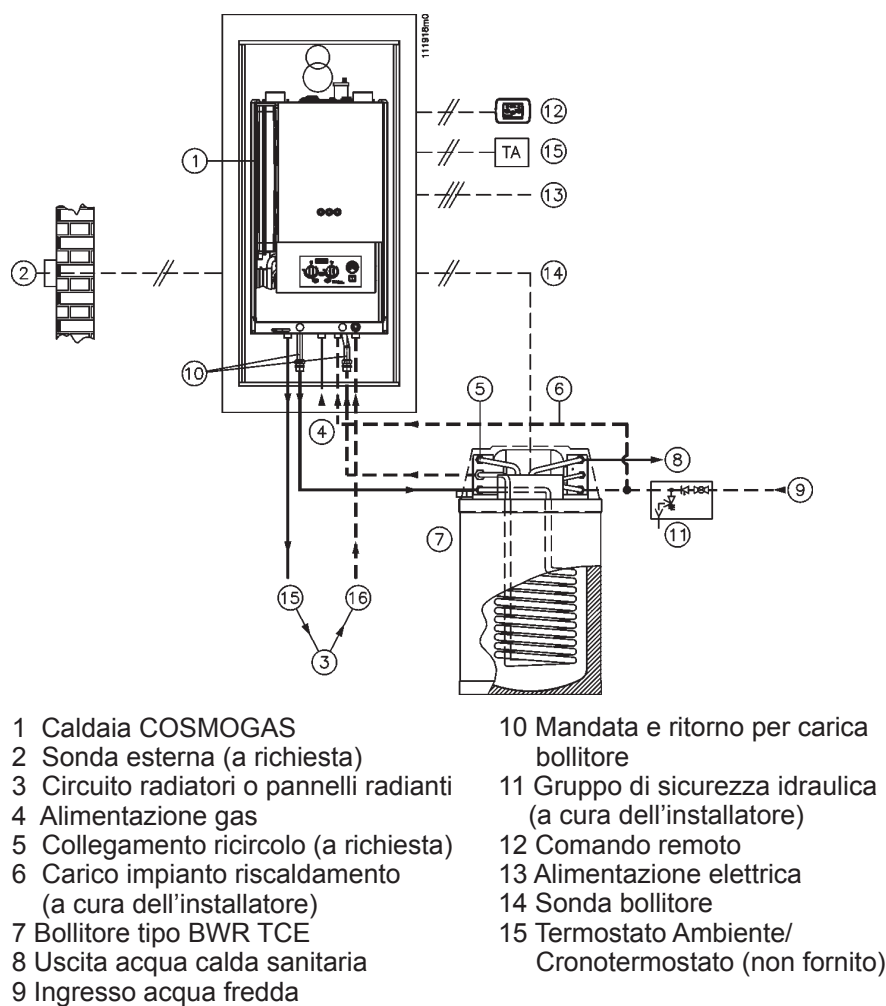

Figura 19 - collegamento idraulico a bollitore tipo BWR C
Il collegamento idraulico deve essere eseguito come da figura 19.
- inserire la sonda del sensore di temperatura, all'interno del pozzetto del bollitore (vedi figura 19 particolare 14).